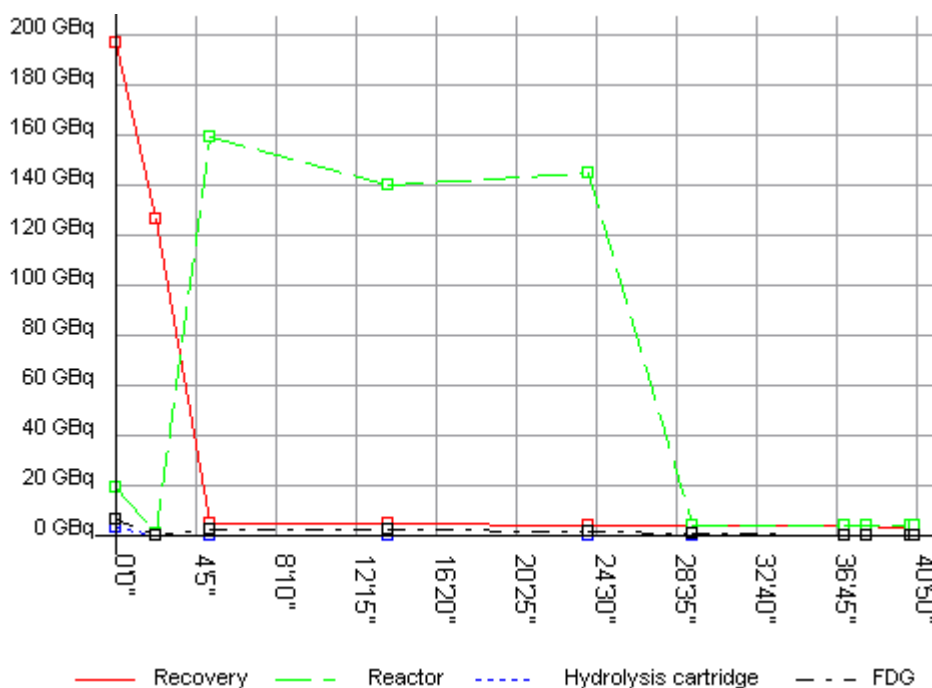

Abb. 3: Musterverlauf für die Aktivität während der Synthese.
- Aktivitätsverlauf entspricht Musterverlauf (s. Abb. 3)
- Auf dem „Production Report“ wird überprüft, ob die graphische Darstellung des Aktivitätsverlaufs qualitativ dem Musterverlauf entspricht (s. Abb. 3).